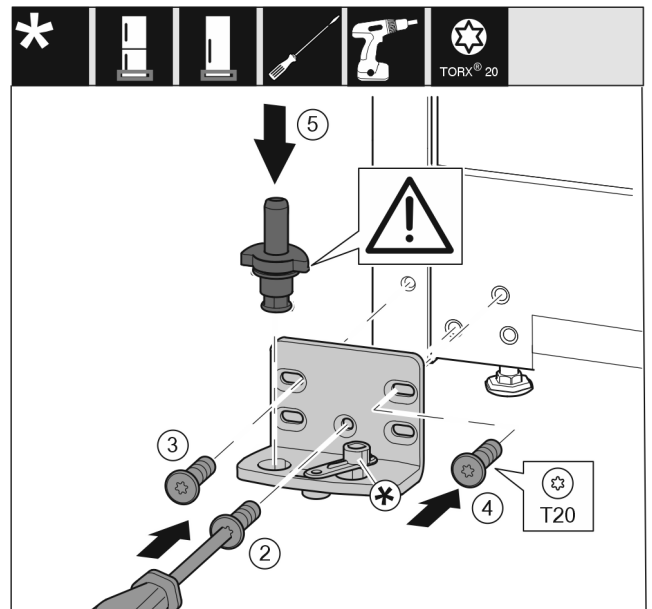

Fig. 16
- ▶ Lagerbock auf der anderen Seite ansetzen und mit Hilfe eines Schraubendrehers T20 anschrauben. Mit Schraube 2 unten in der Mitte beginnen. Fig. 16 (2)
- ▶ Schraube 3 und 4 festschrauben. Fig. 16 (3,4)
- ▶ Lagerbolzen komplett einsetzen. Dabei darauf achten, dass der Rastnocken nach hinten zeigt. Fig. 16 (5)